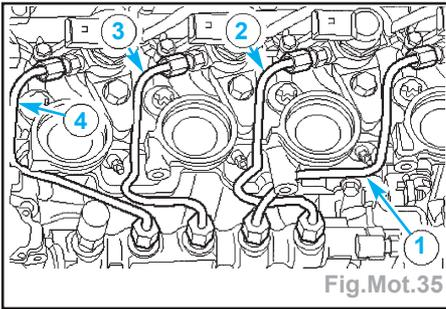

Fig.Mot.35
- Déposer les canalisations haute pression rampe d'injection/injecteurs dans l'ordre indiqué (Fig.Mot.35).